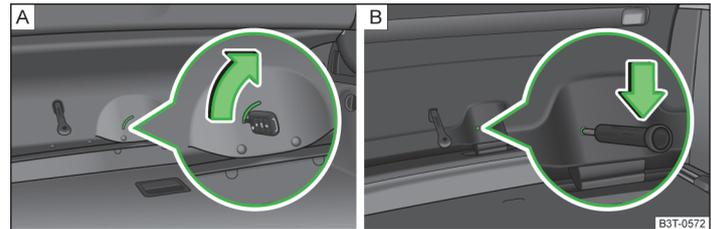

Abb. 193 Notentriegelung: Superb / Superb Combi
- › Den Fahrzeugschlüssel in den Schlitz in der Verkleidung bis zum Anschlag einschieben » Abb. 193 - **A**.
- › Einen Schraubendreher oder ein ähnliches Werkzeug in die Öffnung in der Verkleidung bis zum Anschlag einschieben » Abb. 193 - **B**.